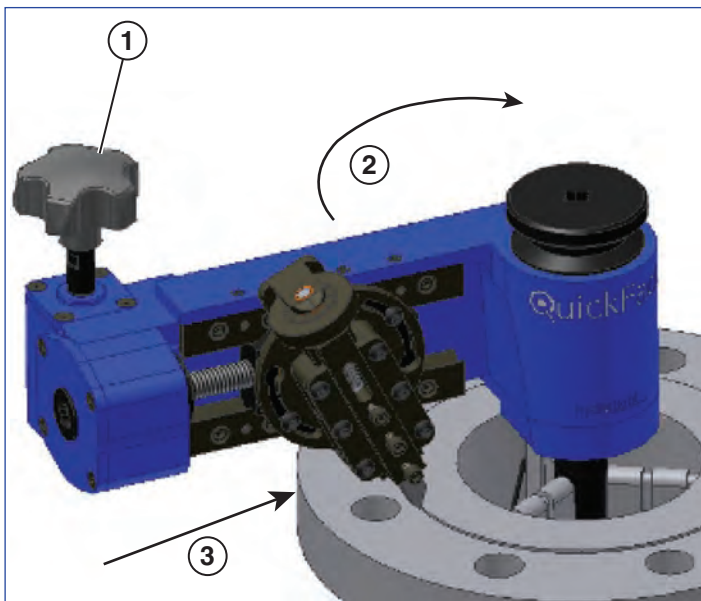

Figure 14
- Saisir fermement la poignée d'avance dans la paume de la main. En la saisissant fermement, tirer le QuickFace autour de la pièce à travailler dans le sens horaire (voir figure 14). S'assurer qu'il n'y a pas de vêtement lâche ou d'autres obstacles sur le chemin de coupe ou dans le périmètre d'action du QuickFace. Si la coupe requiert un couple supérieur à celui souhaité, retirer l'outil rapporté de la coupe au moyen de la poignée de réglage de profondeur. **SI LA MACHINE NE PEUT PAS ÊTRE CONFORTABLEMENT TIRÉE AUTOUR DE LA PIÈCE À TRAVAILLER, ARRÊTER L'OPÉRATION ET RÉAJUSTER LA PROFONDEUR DE COUPE.**